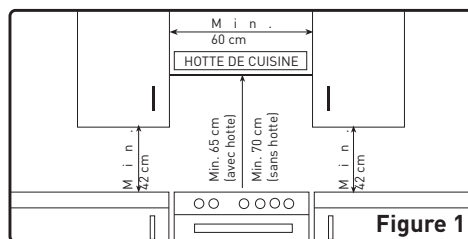

Figure 1
- La cuisinière peut être placée près d'autres meubles, mais veillez à ce que les meubles environnants ne dépassent pas la cuisinière (reportez-vous à la figure 1).
- La hauteur minimum entre la table de cuisson et la hotte (ou les éléments muraux) est indiquée sur la figure 1. La hotte d'évacuation doit être située à au moins 65 cm de la table de cuisson. S'il n'y a pas de hotte, la hauteur du meuble situé au-dessus de la table de cuisson ne doit pas être inférieure à 70 cm.